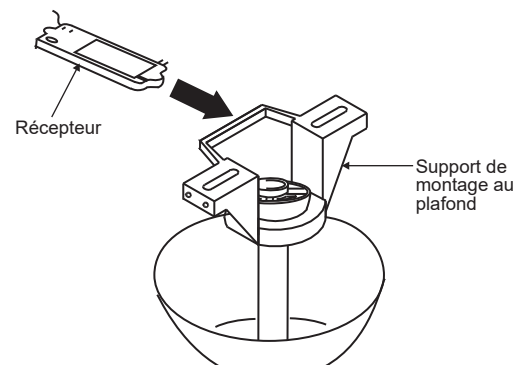

Fig. 13
Étape 1. Insérez le récepteur dans le support de montage au plafond avec le côté plat du récepteur face au plafond. (Fig. 13) Pour de meilleures performances, assurez-vous que l'antenne noire, à l'extrémité du récepteur, reste étendue et n'est pas emmêlée avec aucun des fils électriques.